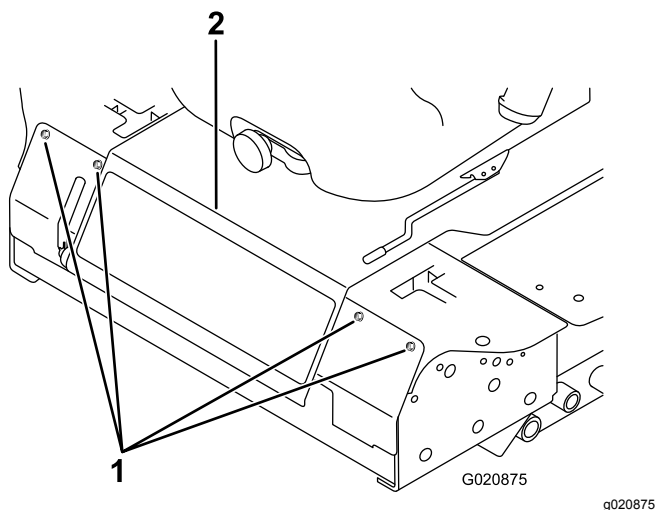

Bild 80
2. Nehmen Sie die Schrauben ab, mit denen die Frontplatte befestigt ist, und nehmen Sie sie ab (Bild 80).